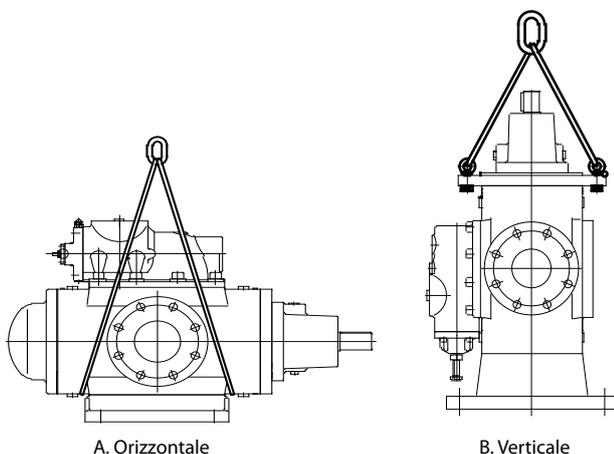

Figura 3.1 Sollevamento della testa della pompa
2. Quando si solleva la pompa, fissare i ganci di sollevamento alle flange di uscita come illustrato nella figura 3.1.